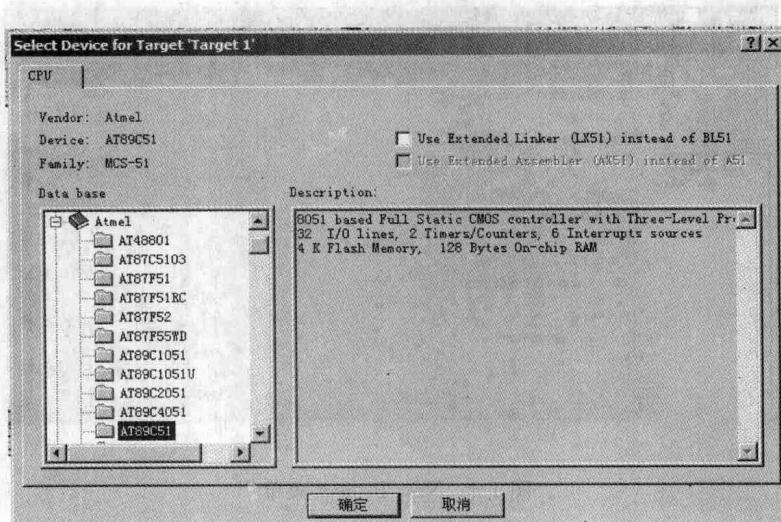
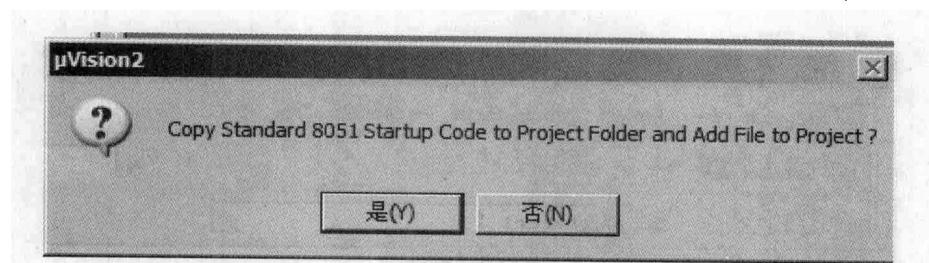

图 1-7 选择 CPU 芯片
图 1-8 工程文件添加选择
5) 选择 CPU 芯片。点击“AT89C51”，我们选择 AT89C51CPU，如图 1-7 所示。再点击“确定”。这时弹出图 1-8 所示的对话框，点击“否”。到此，C 工程建立完毕。下面就要编辑 C 程序了。
7) 选择 CPU 芯片。点击“AT89C51”，我们选择 AT89C51CPU，如图 1-7 所示。再点击“确定”。这时弹出图 1-8 所示的对话框，点击“否”。到此，C 工程建立完毕。下面就要编辑 C 程序了。